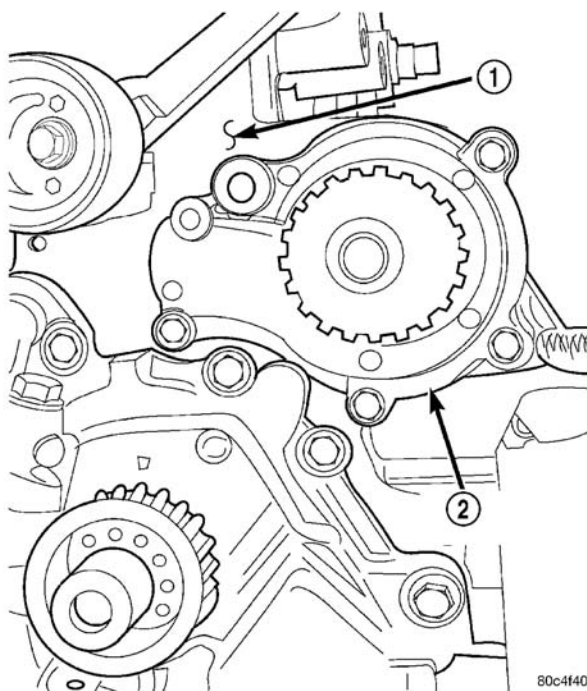

图 25 水泵-2.4L
(13) 卸下连接水泵与发动机的螺钉（图 25）。
(2) 将泵体安装到缸体上，并将螺钉拧紧至 12N·m (105in.lbs.)（图 25）。用压力测试仪将冷却系统加压至 103.4Kpa (15psi)，检查水泵轴端的密封处和 O 形圈处是否泄漏。
(3) 用手转动水泵叶轮以检查其转动是否顺畅。
(4) 安装正时皮带后盖。（参见 9—发动机/气门正时/正时皮带盖的安装）
(5) 安装凸轮轴链轮，并用专用工具 C-4687 和接头 C-4687-1 支住凸轮轴链轮，将螺栓拧紧至 101N·m (75ft.lbs.)。
(6) 安装惰轮皮带轮并将安装螺栓拧紧至 61N·m (45ft.lbs.)。